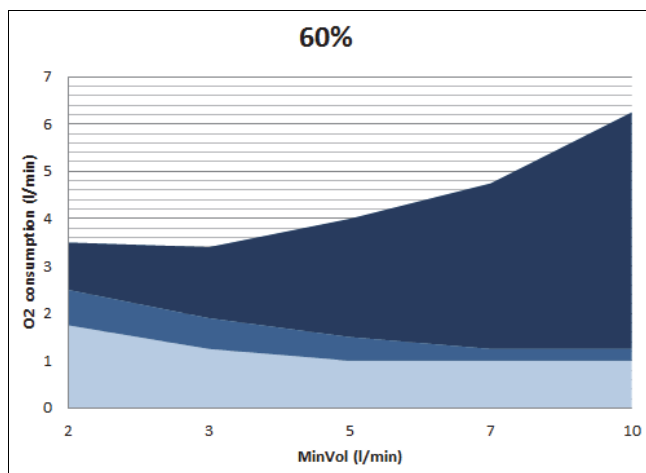

Рисунок 2-22. Потребление кислорода в зависимости от минутного объема, заданное значения кислорода – 60%
2. Умножение на 2 выполняется для учета сжимаемого объема в дыхательном контуре. Подробную информацию см. на рис. 2-22 и 2-23 (стр. 2-51 и 2-52 соответственно).
1. Умножение на 2 выполняется для учета сжимаемого объема в дыхательном контуре. Подробную информацию см. на рис. 2-22 и 2-23 (стр. 2-51 и 2-52 соответственно).
- На рис. 2-22 отображены значения для установленного параметра «Кислород» **60%**.